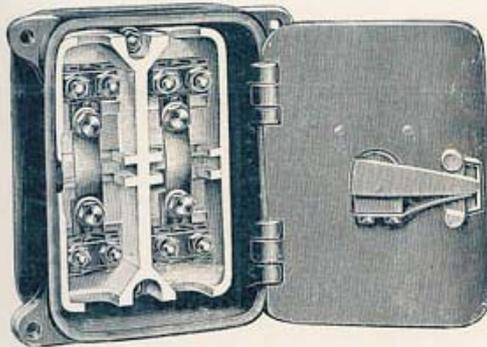

Fig. 557
**COUPE-CIRCUITS 7bis B (fig. 557)**